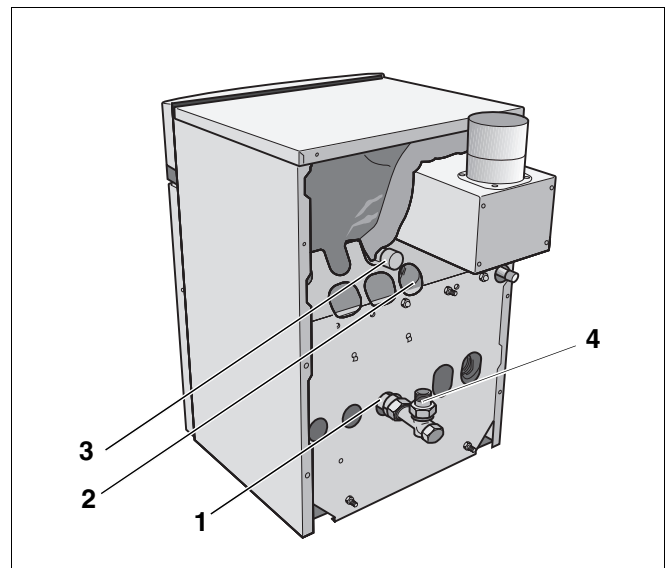

Abb. 10 Anschlüsse SG 14 A
- Heizungsrücklauf immer am Übergangsstück G1¼ auf R1 (Abb. 10, **Pos. 4**) anschließen.
- Heizungsvorlauf am Vorlaufanschluss des Heizkessels VK (Abb. 10, **Pos. 3**) anschließen.
- Vorlauf eines Warmwasserspeichers am Anschluss VS (Abb. 10, **Pos. 2**, Seite 17) anschließen.